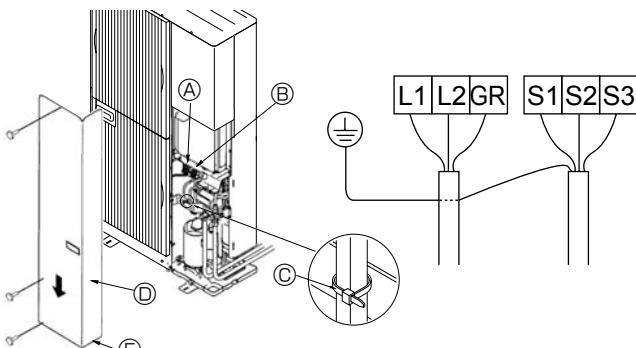
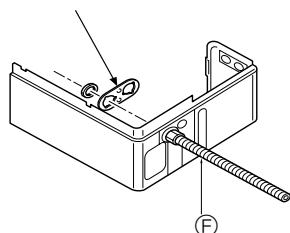

Fig. 7-1
Fig. 7-2
7.1. Appareil extérieur (Fig. 7-1) (Fig. 7-2)
- ① Retirer le panneau de service.
- ② Relier les câbles conformément à la Fig. 7-1.
- ③ Acheminer les câbles de manière qu'ils ne touchent pas le centre du panneau de service ou la vanne de gaz.
- ④ Des plaques de montage pour les conduits ($\varnothing 22$ mm [7/8"]]) sont fournies. Faites passer le câble d'alimentation et les câbles de transmission par l'orifice à dégager approprié, puis enlevez la pièce superflue de l'orifice situé en bas du bloc de sorties et connectez les fils. (Fig. 7-2)
- ⑤ Attachez le câble d'alimentation au bloc de sorties en utilisant le manchon pour la force de tension (Connexion PG ou similaire).
- ⑥ Conduit de câblage (O.D. 1/2", à acheter localement)